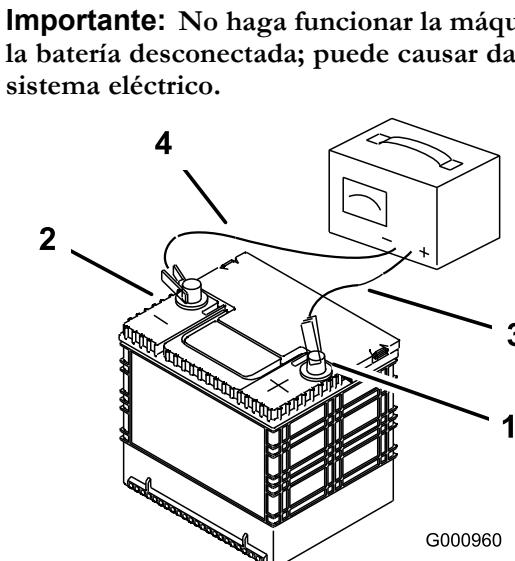

Figura 36
- Cuando la batería esté completamente cargada, desconecte el cargador del suministro eléctrico, y desconecte los cables del cargador de los bornes de la batería (Figura 36).